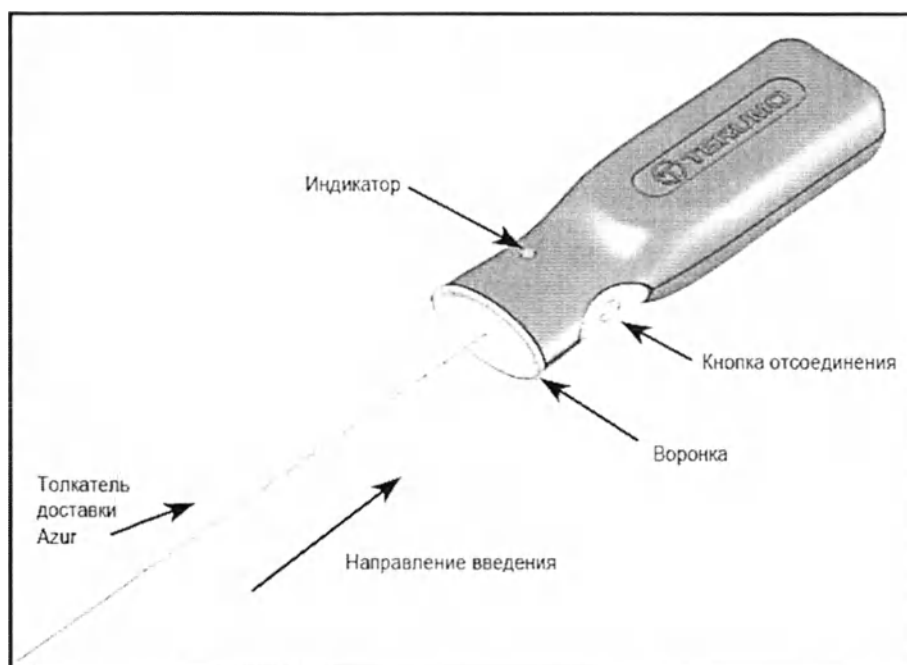

Рисунок 2 – Контроллер отсоединения Azur
См. Рисунок 2. **Не нажимайте кнопку отсоединения в данный момент.**
31. Подключите проксимальный конец толкателя доставки к контроллеру отсоединения Azur, плотно вставив проксимальный конец толкателя доставки в воронкообразную часть контроллера отсоединения Azur. См. Рисунок 2.